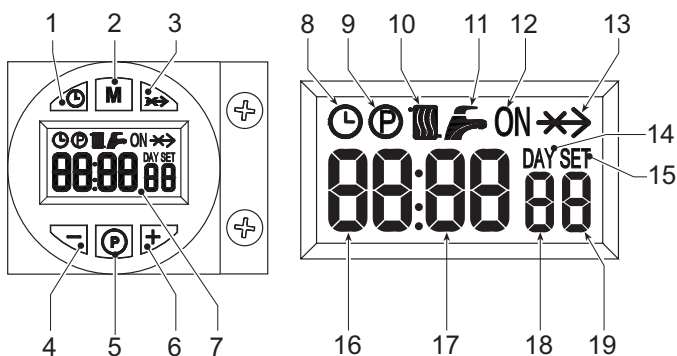

fig. 1 - Pannello comandi
La richiesta d'accensione (generata alla chiusura del contatto sui morsetti 7-8 (vedi fig. 17), in condizioni di default setting) è indicata dall'attivazione del simbolo radiatore (part. 10 - fig. 1).
1. Premere il pulsante impostazione giorno/ora (part. 1 - fig. 1).
2. Sul display (part. 7 - fig. 1), le icone OROLOGIO e DAY lampeggiano: impostare il giorno corrente della settimana attraverso i tasti + e - (part. 4 e 6 - fig. 1), considerando che 1=lunedì, 7=domenica. Confermare il giorno attraverso la pressione del pulsante impostazione giorno/ora (part. 1 - fig. 1).
3. Sul display (part. 7 - fig. 1), le due cifre dell'ORA ATTUALE e l'icona OROLOGIO lampeggiano: impostare l'ora esatta attraverso i tasti + e - (part. 4 e 6 - fig. 1), da 00 a 23. Confermare l'ora attraverso la pressione del pulsante impostazione giorno/ora (part. 1 - fig. 1).
4. Sul display (part. 7 - fig. 1), le due cifre dei MINUTI ATTUALI e l'icona OROLOGIO lampeggiano: impostare i minuti esatti attraverso i tasti + e - (part. 4 e 6 - fig. 1), da 00 a 59. Confermare i minuti attraverso la pressione del pulsante impostazione giorno/ora (part. 1 - fig. 1).
Premendo il pulsante selezione modalità funzionamento (part. 2 - fig. 1) è possibile impostare il:
1. In Funzionamento Automatico, sul display (part. 7 - fig. 1), è visualizzata l'icona OROLOGIO. La richiesta d'attivazione e di disattivazione del bruciatore dipende dal programma settimanale impostato. Nella fascia oraria di richiesta, sul display (part. 7 - fig. 1), è visualizzata anche l'icona ON.
2. In Funzionamento Manuale On, sul display (part. 7 - fig. 1), è visualizzata solo l'icona ON. Il bruciatore risulta sempre in richiesta.
3. In Funzionamento Manuale Off, sul display (part. 7 - fig. 1), non è visualizzata né l'icona ON, né l'icona OROLOGIO. Il bruciatore risulta spento.
Il programma settimanale è pre-impostato con 3 fasce orarie di ON e 3 fasce orarie di OFF: uguali per ogni giorno della settimana. Nella fascia oraria di richiesta, sul display (part. 7 - fig. 1), è visualizzata l'icona ON.
1. Premere il pulsante Programmazione "P" (part. 5 - fig. 1)
2. Selezionare il giorno da programmare attraverso i tasti + e - (part. 4 e 6 - fig. 1):
3. Premere il pulsante Programmazione "P" (part. 5 - fig. 1):
- Utilizzare i tasti + e - (part. 4 e 6 fig. 1) per modificare l'inizio della 1st fascia oraria di ON; esempio 06:00Premere il pulsante Programmazione "P" (part. 5 - fig. 1)
- Utilizzare i tasti + e - (part. 4 e 6 fig. 1) per modificare l'inizio della 1st fascia oraria di OFF; esempio 09:00Premere il pulsante Programmazione "P" (part. 5 - fig. 1)
- Utilizzare i tasti + e - (part. 4 e 6 fig. 1) per modificare l'inizio della 2st fascia oraria di ON; esempio 12:30Premere il pulsante Programmazione "P" (part. 5 - fig. 1)
- Utilizzare i tasti + e - (part. 4 e 6 fig. 1) per modificare l'inizio della 2st fascia oraria di OFF; esempio 14:00Premere il pulsante Programmazione "P" (part. 5 - fig. 1)
- Utilizzare i tasti + e - (part. 4 e 6 fig. 1) per modificare l'inizio della 3st fascia oraria di ON; esempio 16:00Premere il pulsante Programmazione "P" (part. 5 - fig. 1)
- Utilizzare i tasti + e - (part. 4 e 6 fig. 1) per modificare l'inizio della 3st fascia oraria di OFF; esempio 23:30Premere il pulsante Programmazione "P" (part. 5 - fig. 1)
11. Premere il pulsante Programmazione "P" (part. 5 - fig. 1) per 3 secondi, si esce dalla modalità programmazione.
L'accesso al menù parametri avviene premendo il pulsante programmazione "M" (part. 2 - fig. 1) per 5 secondi. Viene visualizzato il parametro "u01": identificato dalla scritta SET 01. Premendo il pulsante "P" (part. 5 - fig. 1) sarà possibile scorrere la lista dei parametri.
Per modificare il valore di un parametro basterà premere i tasti + e - (part. 4 e 6 - fig. 1): la modifica verrà salvata automaticamente. Una volta modificato il parametro, è necessario attendere 3 secondi: il dato lampeggia e viene salvato.
Per uscire dal menù, premere il pulsante "selezione modalità funzionamento - M" (Part.2 - fig. 1) per 5 secondi.
L'accesso al menù parametri avviene premendo il pulsante programmazione "P" (part. 5 - fig. 1) per 10 secondi. Viene visualizzato il parametro "t01": identificato dalla scritta SET 01. Premendo il pulsante "P" (part. 5 - fig. 1) sarà possibile scorrere la lista dei parametri.